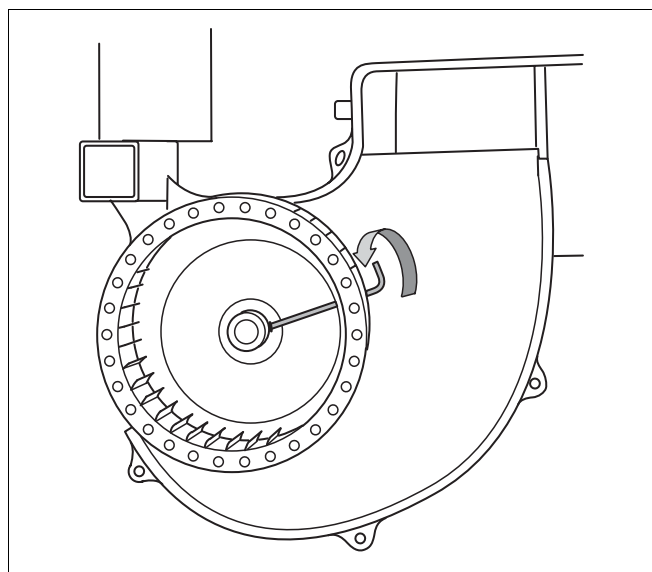

Fig. 23 Desserrage de la turbine du ventilateur
Sur la turbine du ventilateur, un trou est prévu pour la clé à six pans (fig. 23).
- Desserrez la turbine du ventilateur (fig. 23) à l'aide d'une clé à six pans Ø 4 mm et retirez-la de son axe.